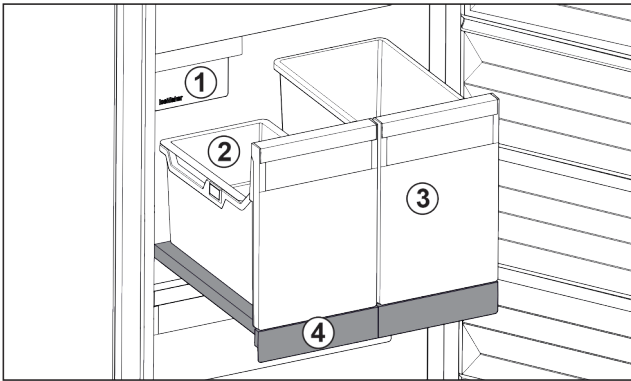

Fig. 22 Auszugsbord mit IceTower
- (1) IceMaker
- (2) Einhängeschale für Eiswürfel
- (3) Behälter für z. B. Pizza, alkoholische Getränke
- (4) Auszugsbord
Auf dem Auszugsbord sind zwei hohe Behälter (IceTower). Im Behälter Fig. 22 (2) werden Eiswürfel aus dem IceMaker gesammelt und gelagert. Behälter Fig. 22 (3) eignet sich für die Lagerung von hohen Lebensmitteln wie Pizzen oder alkoholischen Getränken.